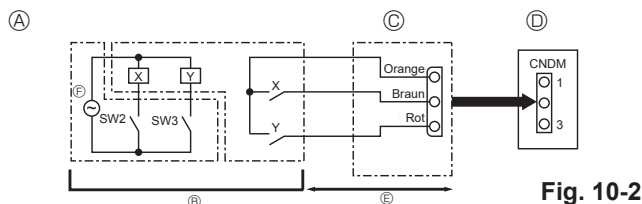

Fig. 10-2
10.2. Anforderungsfunktion (Veränderung vor Ort) (Fig. 10-2)